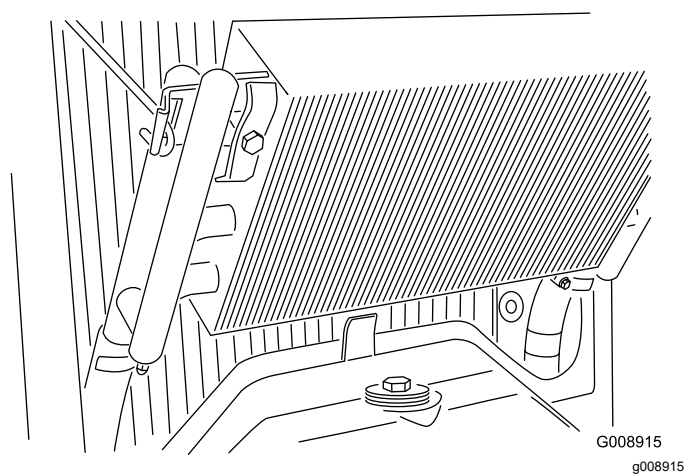

Figura 59
4. Sbloccate il radiatore dell'olio e giratelo indietro (Figura 59).